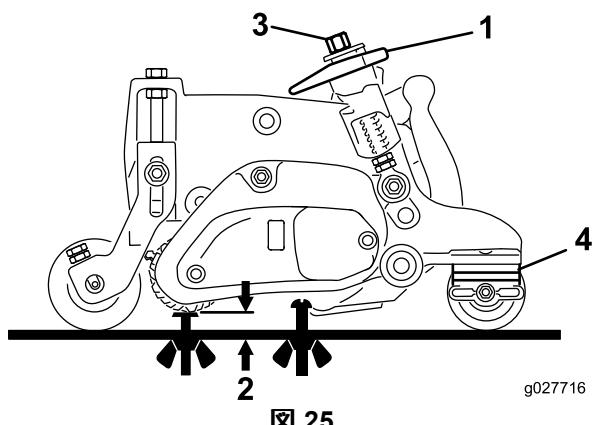

図 25
3. クイックアップレバー図 25をON位置ハンドルがカッティングユニットの前を指すにセットする。刈高およびグルーミング高さ推奨範囲を参考にして高さを設定する。
4. グルーミングリールの片方の端部で、グルーマの刃の一番下に突き出ているところから床までの高さを測定する図 25。
**注** 高さ調整ネジ図 25をつかって、グルーマの刃の高さを希望の高さに調整する。